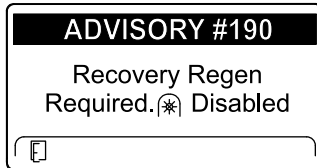

Figura 48
- AVISO N° 190 – Regeneración estacionaria necesaria – Toma de fuerza deshabilitada (Figura 48).